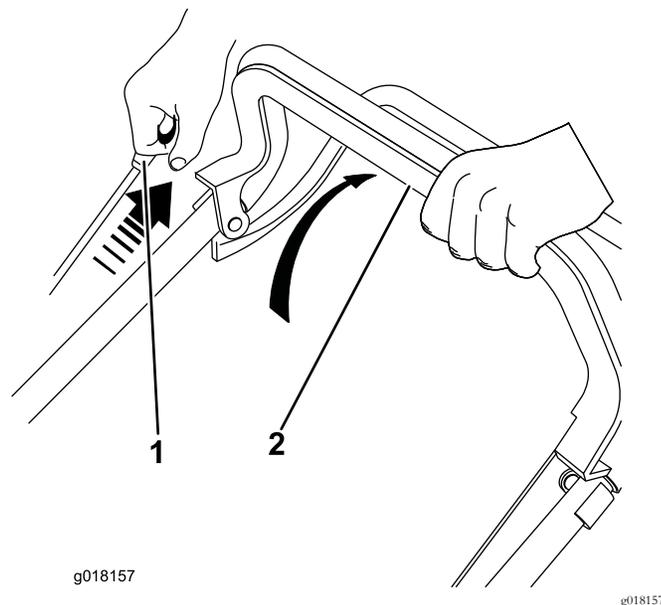

Рисунок 12
1. Удерживайте штангу управления ножом прижатой к рычагу управления (Рисунок 12).
2. Потяните рукоятку ручного стартера (Рисунок 12).